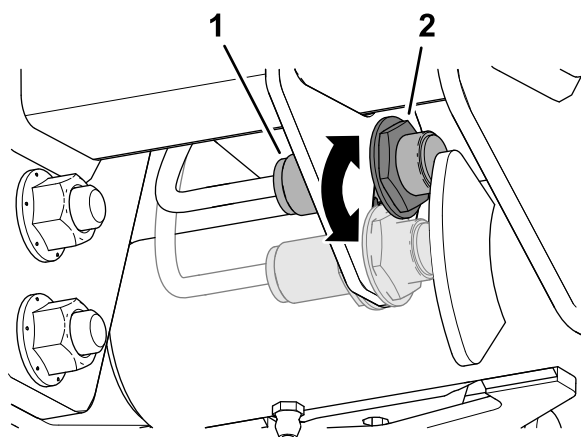

Figura 53
- Afloje la contratuerca que sujeta el interruptor del brazo de elevación a la placa de los interruptores (Figura 53).